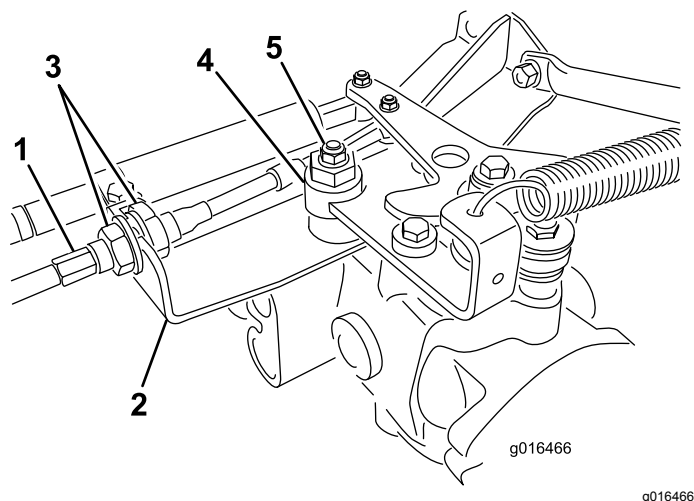

Figure 40
- A. Desserrez les deux écrous de blocage qui fixent le câble de commande de transmission à la traversée sur l'hydrostat (Figure 40). Desserrez les écrous de blocage uniformément et suffisamment pour permettre le réglage.
**Remarque:** Desserrez l'écrou de fixation de l'excentrique en haut de l'hydrostat (Figure 40).
- E. Lorsque la roue arrête de tourner, serrez l'écrou pour bloquer l'excentrique et le réglage (Figure 40).
- G. De chaque côté de la traversée, serrez les contre-écrous uniformément pour fixer le câble de transmission à la traversée (Figure 40). Ne tordez pas le câble.